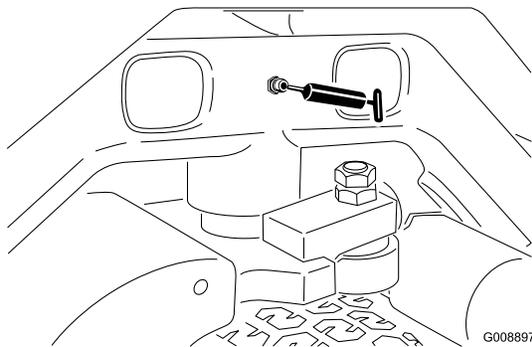

Figure 31
- Pivots de direction (Figure 31)